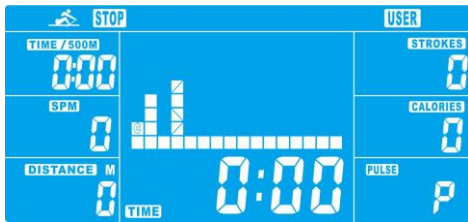

Abbildung15
8.2 UP (HOCH) oder DOWN (RUNTER) drücken, um den Schwierigkeitsgrad jeder Spalte einzustellen (Abbildung 15).